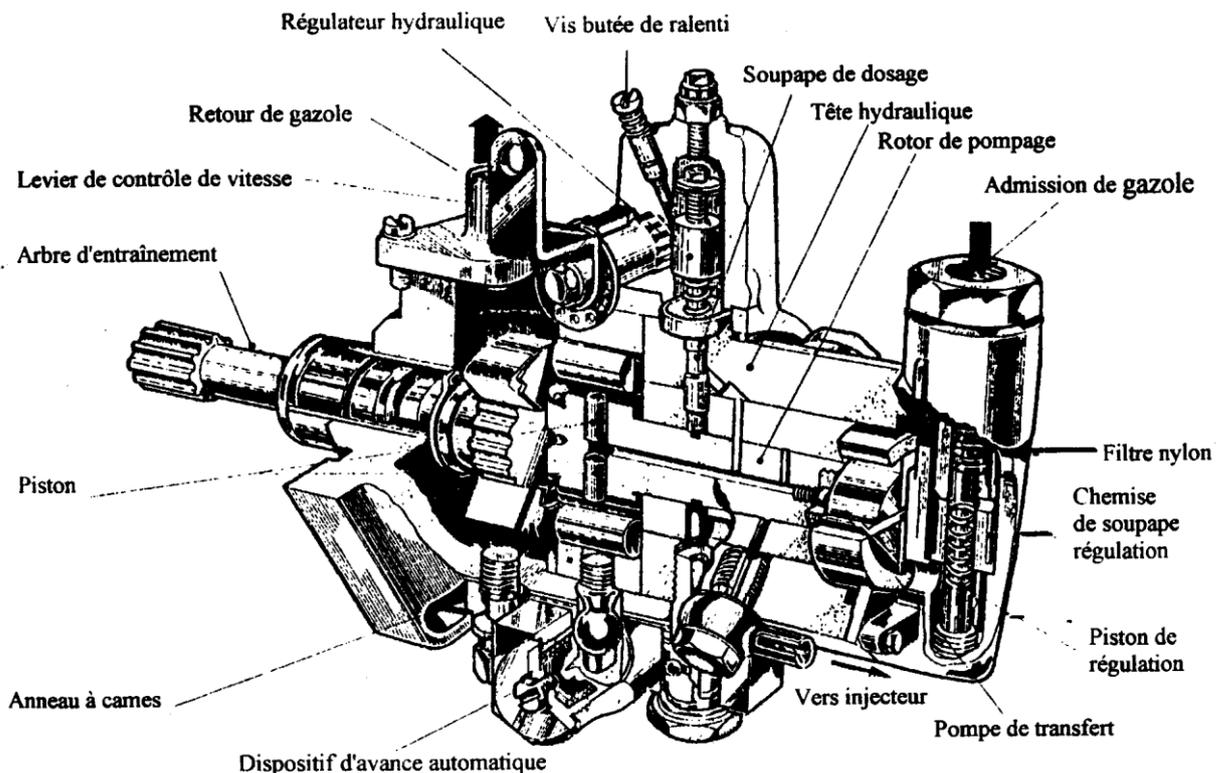

Fig.42
*b) pompe distributrice type DPA (fig. 41 avec régulateur mécanique et fig. 42 avec régulateur hydraulique)*